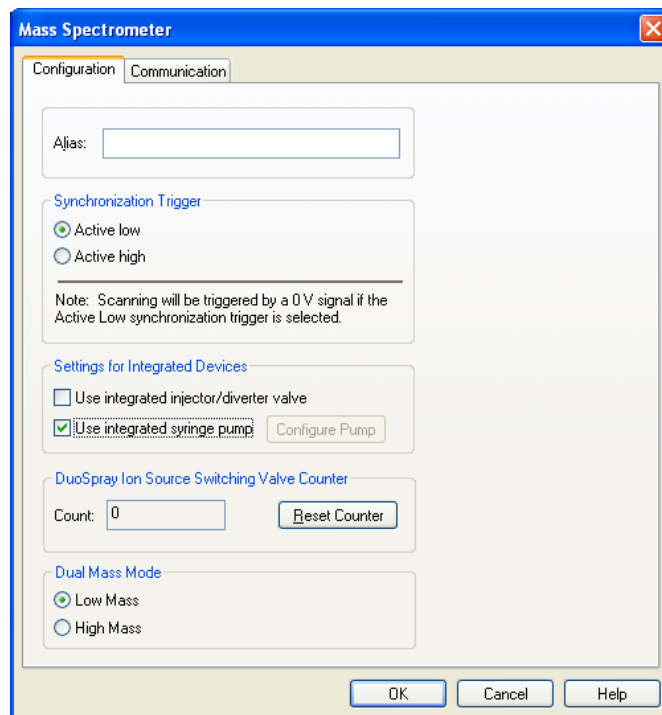

Figura 1-3 Scheda Configuration
4. Nella scheda **Configuration** (Figura 1-3), selezionare **Use integrated syringe pump**.